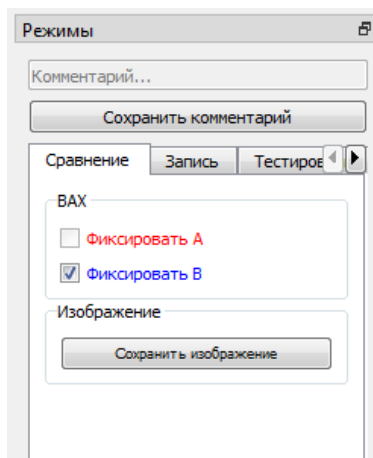

Рисунок 13. Элемент интерфейса - сравнение
- Для фиксации ВАХ на основном экране, перейдите в раздел «сравнение» и установите галочку на канале, который необходимо зафиксировать (рисунок 13).